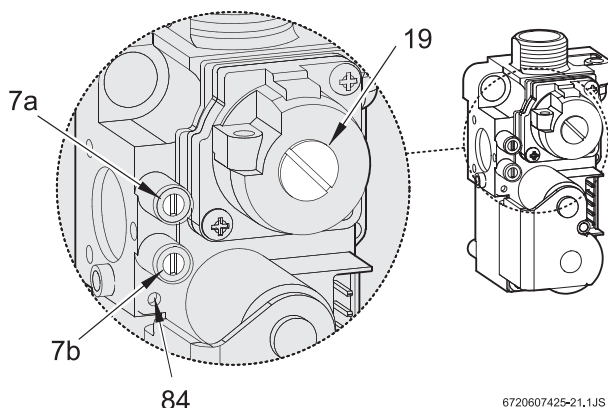

Fig. 22 Cuerpo de gas
- Desmontar la cubierta del tornillo de ajuste del gas (19) (Fig. 22).
- Tratándose de gas natural: ajustar el consumo MAX con el tornillo de ajuste (19) (Tab. 9).